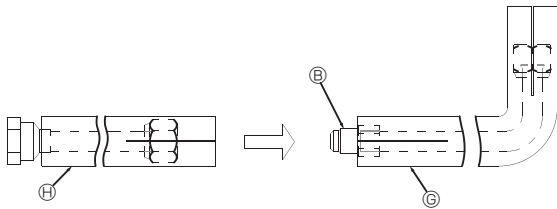
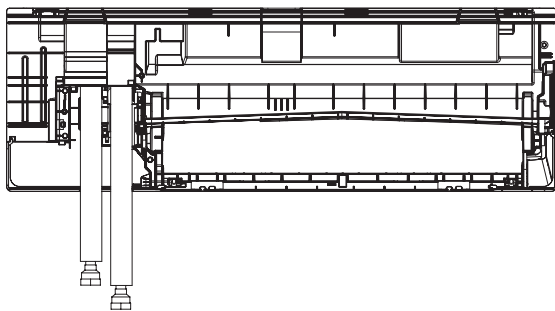

Fig. 3-9
Fig. 3-18
3.3.3. Installation des tuyaux de connexion Ⓒ et Ⓗ (pour modèle WL32/40) (de Fig. 3-9 à Fig. 3-18)
- (1) Connecter deux jeux de tuyaux de raccordement en forme de L Ⓒ et de I Ⓗ. (Fig. 3-9)